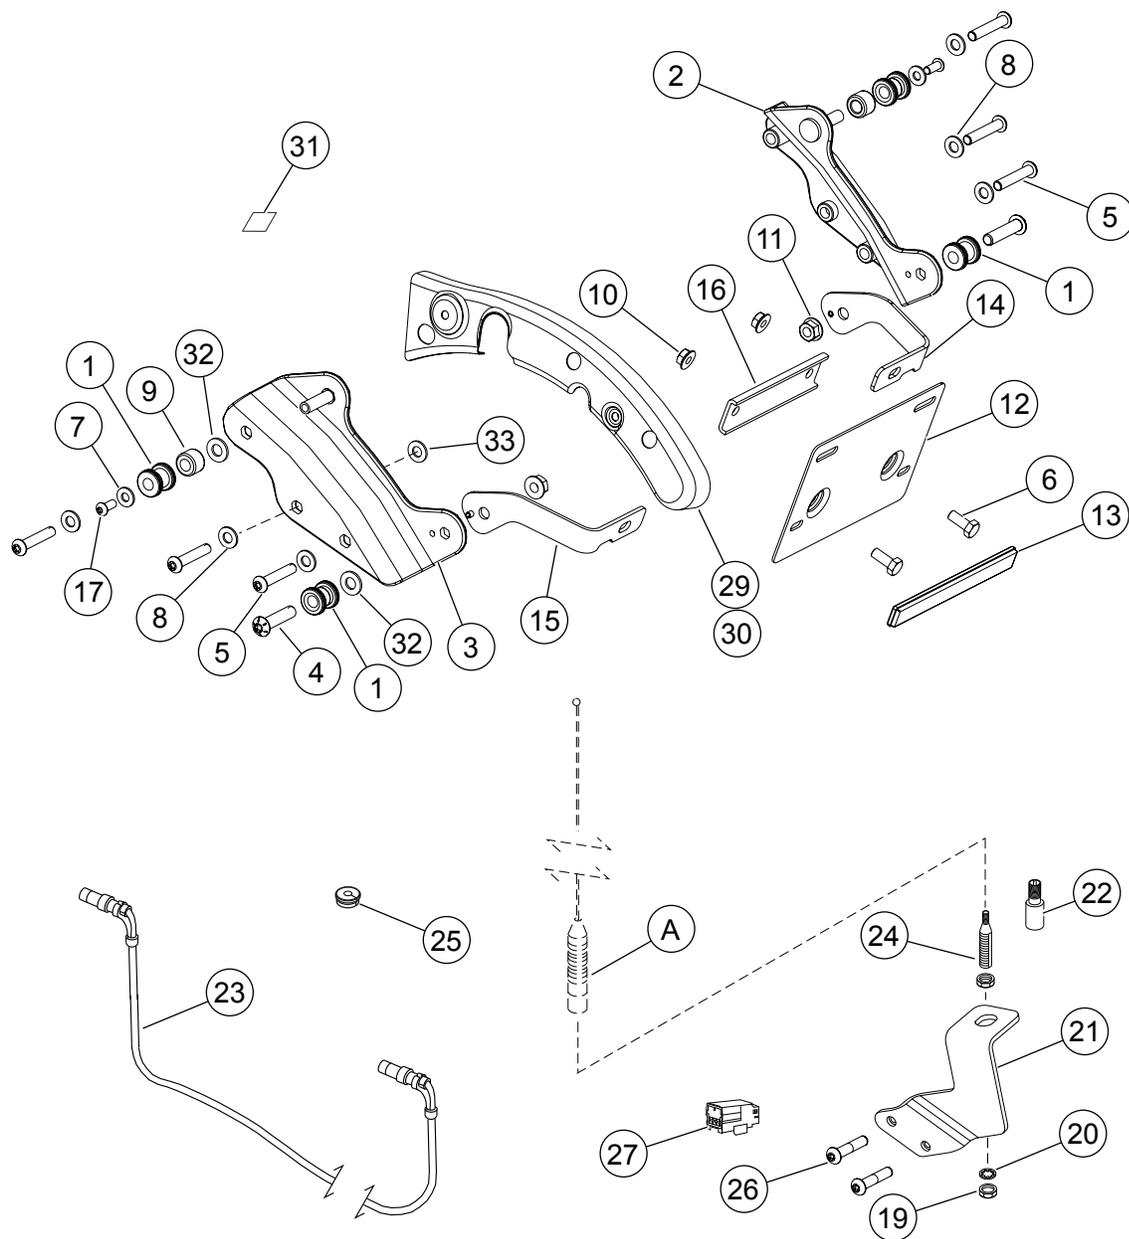

Abbildung 6. Ersatzteile, H-D Detachables Tour-Pak-Satz
- Siehe Abbildung 6. Loctite 262 auf die Schraube (5) auftragen. Eine **neue** Schutzblechstützenabdeckung (29) und Befestigungsstellenhalterung (3) mit der Schraube (5), verchromten Unterlegscheibe (8) und silbernen Unterlegscheibe (33) einbauen. Auf ein Drehmoment von 23 N·m (17 ft-lbs) anziehen. An der gegenüberliegenden Seite mit der **neuen** Schutzblechstützenabdeckung (30) wiederholen.
- Die linke Halterung (15) lose an der Befestigungsstellenhalterung anbringen. Der Passstift wird in das Loch in der Befestigungsstellenhalterung eingesetzt. Befestigungsstelle (1) mit Schraube (4) und Mutter (11) einbauen. Die Schritte zum Einbau der rechten Halterung (14) wiederholen.
- Die Kennzeichenhalterung (12) mit Schrauben (6), Muttern (10) und Halterung (16) an den Halterungen (14 und 15) lose zusammenbauen.
- Schrauben (4) anziehen, bis sie fest anliegen.
- Distanzstück (9), Befestigungsstelle (1), Schraube (17) und Unterlegscheibe (7) einbauen. Diese Schritte auf der gegenüberliegenden Seite wiederholen. Schrauben (17) anziehen, bis sie fest anliegen.
- Siehe Abbildung 6. Die zwei Schrauben (17), Unterlegscheiben (7), Befestigungsstellen (1) und Distanzstücke (9) von den vorderen Befestigungsstellenzapfen entfernen. Die zwei Schrauben (4), Muttern (11) und Befestigungsstellen (1) von den hinteren Befestigungsstellenzapfen entfernen.
- Zwei verchromte Unterlegscheiben (32) aus dem Satz bereitlegen. Je eine Unterlegscheibe auf den vorderen Befestigungsstellenzapfen anbringen.
- Die Distanzstücke (9) auf den vorderen Zapfen anbringen.
- Befestigungsstellen (1, angefasste Seite **zuerst**), Unterlegscheiben (7) und Schrauben (17) einbauen. Die Schrauben anziehen bis sie sicher anliegen.
- Die restlichen Befestigungsstellen (1, Seite mit Anfasung **zuletzt**) auf den Schrauben (4) anbringen. Auf jeder Schraube eine verchromte Unterlegscheibe (32) aus dem Satz anbringen.
- Die Schrauben durch die Löcher in den Befestigungsstellenhalterungen (2, 3) und Kennzeichenhalterungen (14, 15) einsetzen. Mit den Flanschmutter (11) befestigen. Schrauben (4) und Flanschmutter (11) anziehen, bis sie fest sitzen.
- Den H-D Detachables Tour-Pak-Gepäckträger gemäß den Anweisungen einbauen. Nachdem die Befestigungsstellen korrekt ausgerichtet sind und den richtigen Abstand haben, die zwei Schrauben (4) und Flanschmutter (11) auf ein Drehmoment von 34 N·m (25 ft-lbs) anziehen. Zwei Schrauben (17) auf ein Drehmoment von 14 N·m (125 **in-lbs**) anziehen.
- Die Kennzeichenhalterungsschrauben (6) auf ein Drehmoment von 20–26 N·m (15–19 ft-lbs) anziehen.
- Die Schutzfolie von der selbstklebenden Fläche des roten Reflektors (13) abziehen. Den Reflektor behutsam zentrieren und auf die Unterkante des Kennzeichenhalters (12) ausrichten. Fest in ihre Position drücken.
8. Siehe Abbildung 6. Das Antennenkabel am Satteltaschenhalterungsbügel mit einem Kabelbinder (28) aus dem Satz befestigen. Einen zweiten Kabelbinder verwenden, um das Antennenkabel in der Nähe der Federungsluftleitungen unter der Chromabdeckung an der Rahmenschiene zu befestigen. Das Kabel NICHT an den Luftleitungen befestigen.
3. Siehe Abbildung 6. Den nicht benutzten Kabelsteckverbinder mit dem Steckverbindergehäuse (27) aus dem Satz verschließen.
2. Siehe Abbildung 6. Den Antennenadapter (22) auf die Verbindungsbaugruppe der Antennenbefestigung (24) schrauben. Einen Steckverbinder des Antennenkabels (23) oben auf dem Antennenadapter (22) anschließen. Die Rändelmutter anziehen, um den Steckverbinder zu sichern. Das andere Ende nach oben und durch das Loch mit 19 mm (3/4 in) Durchmesser an der Unterseite vorne links am Tour-Pak einziehen. Das Antennenkabel am Tour-Pak-Antennensockel anschließen. Die Rändelmutter anziehen. Sicherstellen, dass ausreichend Kabellänge in den Tour-Pak eingezogen wurde. Das Kabel muss flach auf dem Tour-Pak-Boden aufliegen. Das Kabel mit Drahtclips im Inneren des Tour-Pak befestigen.
3. Die Tülle (25) in das Loch im Tour-Pak einbauen.
2. Siehe Abbildung 6. Das Antennenkabel (23) von der Oberseite des Antennenadapters (22) entfernen.
5. Den Antennenmast auf der Antennenbefestigungs-Verbindungsbaugruppe (24) einbauen.